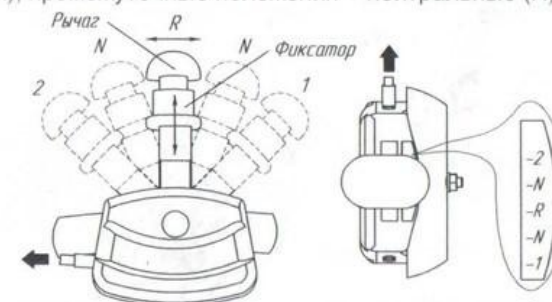

Рис.6 Рычаг переключения передач мотоблоков МБ1/МБ1-ФС
Для модификаций МБ1/МБ1-ФС переключение передач производится перемещением рычага на руле (рис.6): две передачи вперед (1 и 2), одна – задний ход (R), промежуточные положения – нейтральные (N).
Для переключения передачи отпустите рукоятку сцепления, выжмите фиксатор, потянув его вверх и не отпуская его, переведите рычаг переключения передач в необходимое положение, соответствующее выбранной передаче, а затем отпустите фиксатор и убедитесь, что рычаг зафиксировался в данном положении (рис.6, 7). Механизм переключателя передач имеет оригинальную конструкцию, которая включает выбранную передачу под воздействием пружинного "доводчика" после включения сцепления. При необходимости механизм переключения передач можно отрегулировать по методике описанной в разделе 19.